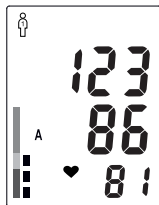

Рис.17
3. Просмотреть содержимое памяти прибора Вы можете, нажав кнопку M1 или M2. При первом нажатии кнопки M1  (или M2 ) на экране появится среднее значение 3-х последних измерений, сохраненных в память M1 (или M2), обозначенная символом «А» (рис. 17). При повторном нажатии кнопки M1 (или M2) на экране появится индикатор выбранной памяти M1  (или M2 ) и номер ячейки памяти, а через 1 секунду отображается ее содержимое (рис. 18).